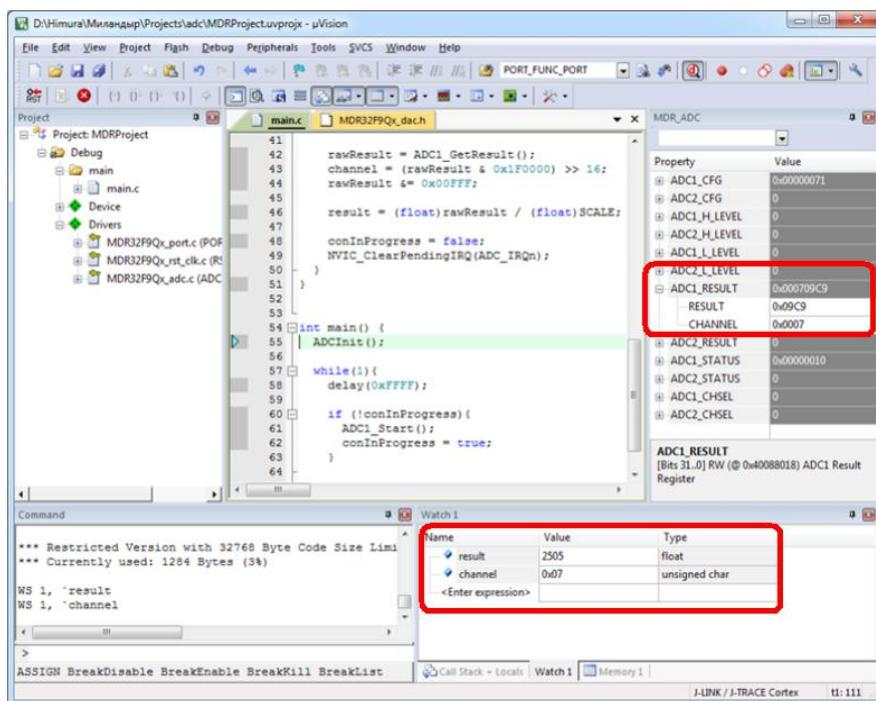
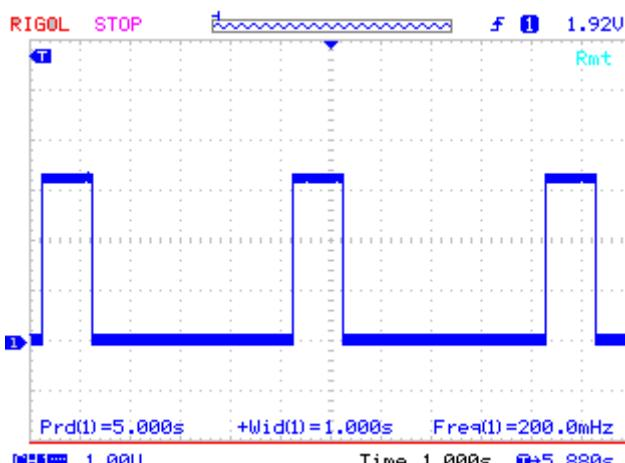

Рисунок 5.5 – Окно Keil uVision в процессе отладки
Рисунок 6.1 Осциллограмма напряжения на светодиоде.
15. Считать из окна **Watch 1** отладчика значение переменной **result** при известном напряжении на АЦП (рисунок 5.5).
5. Наблюдать переключение светодиодов стенда с частотой около 1 секунды. Подключить осциллограф к контакту 29 разъёма X32.1 (Нулевой провод согласно рис.5.5). Получившаяся осциллограмма показана рис. 6.1.